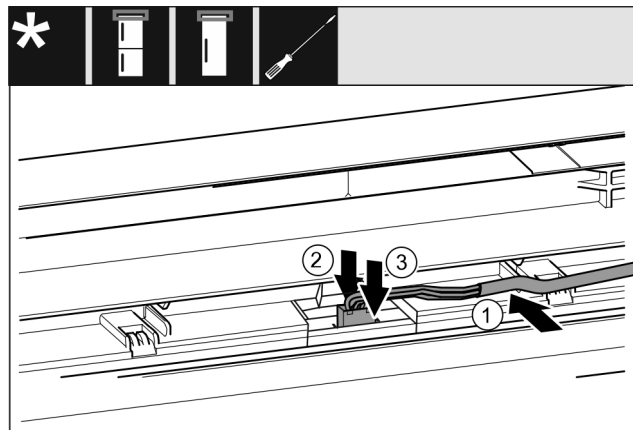

Fig. 44
- Grijs kabel in de geleiding in de bovenste deur plaatsen. Fig. 44 (1)
- Grendelnok naar achteren drukken. Fig. 44 (2)
- Stekker vastklikken. Fig. 44 (3)